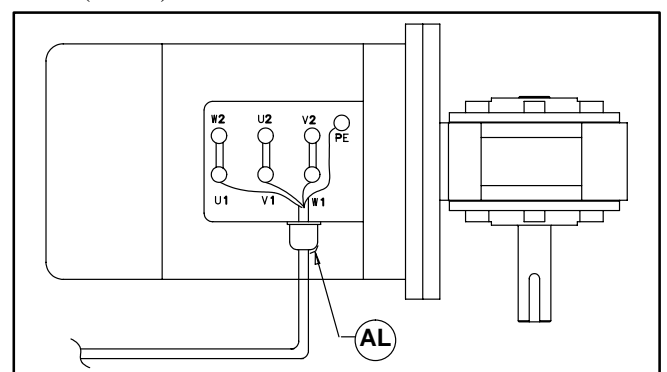

Abbildung 20
- b. Die Farben der Drahtleiter (Adern) an Klemmen U1, V1, W1 u. PE (Abbildung 20) aufschreiben. Die Klemmen U1, V1, W1 u. PE lösen und Drahtleiter (Adern) entfernen.
- c. Die Kabelklemme (AL siehe Abbildung 20) lösen und Kabel herausziehen.